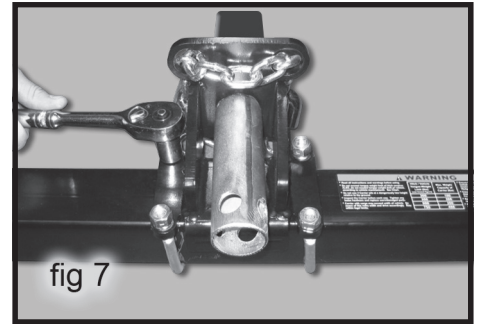

fig 7
3. If your vehicle's hitch-height is quite high off the ground (more than approx. 24" / 61 cm), you may wish to flip the WedgeLock Bracket around 180° and attach the Carrier from underneath as in the photo (fig 7). This will lower the Carrier.
3. Si la hauteur de votre attache sur le véhicule est assez élevé du sol (plus à env. 24 po / 61 cm), vous pouvez retourner l'étrier d'ancrage de 180 ° et fixer le transporteur en dessous comme sur la photo, (fig 7). Cela permettra de diminuer la hauteur.